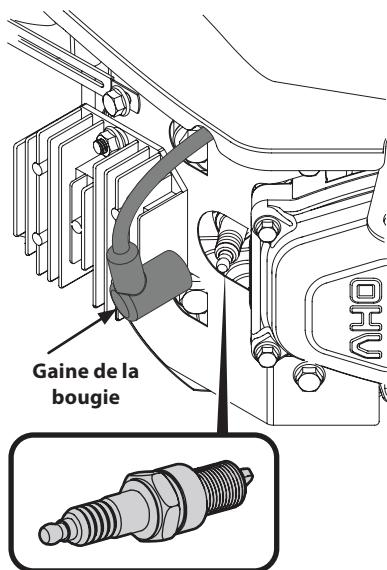

Figure 6-9
1. Dégarez la gaine de la bougie et utilisez une clé à bougie pour la démonter. Voir la Figure 6-9.